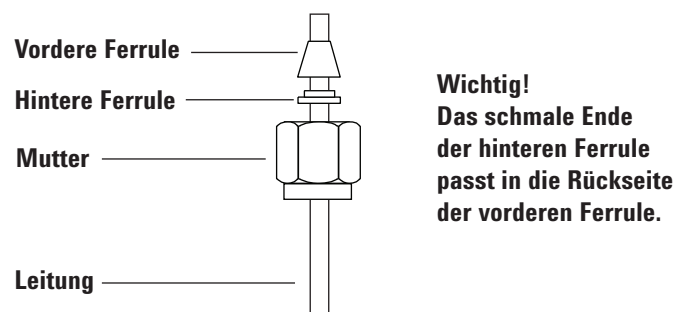

Abbildung 16. Swagelok-Muttern und Ferrulen
- 1 Bringen Sie Swagelok-Mutter, hintere und vordere Ferrule wie in **Abbildung 16** gezeigt auf der Leitung an.